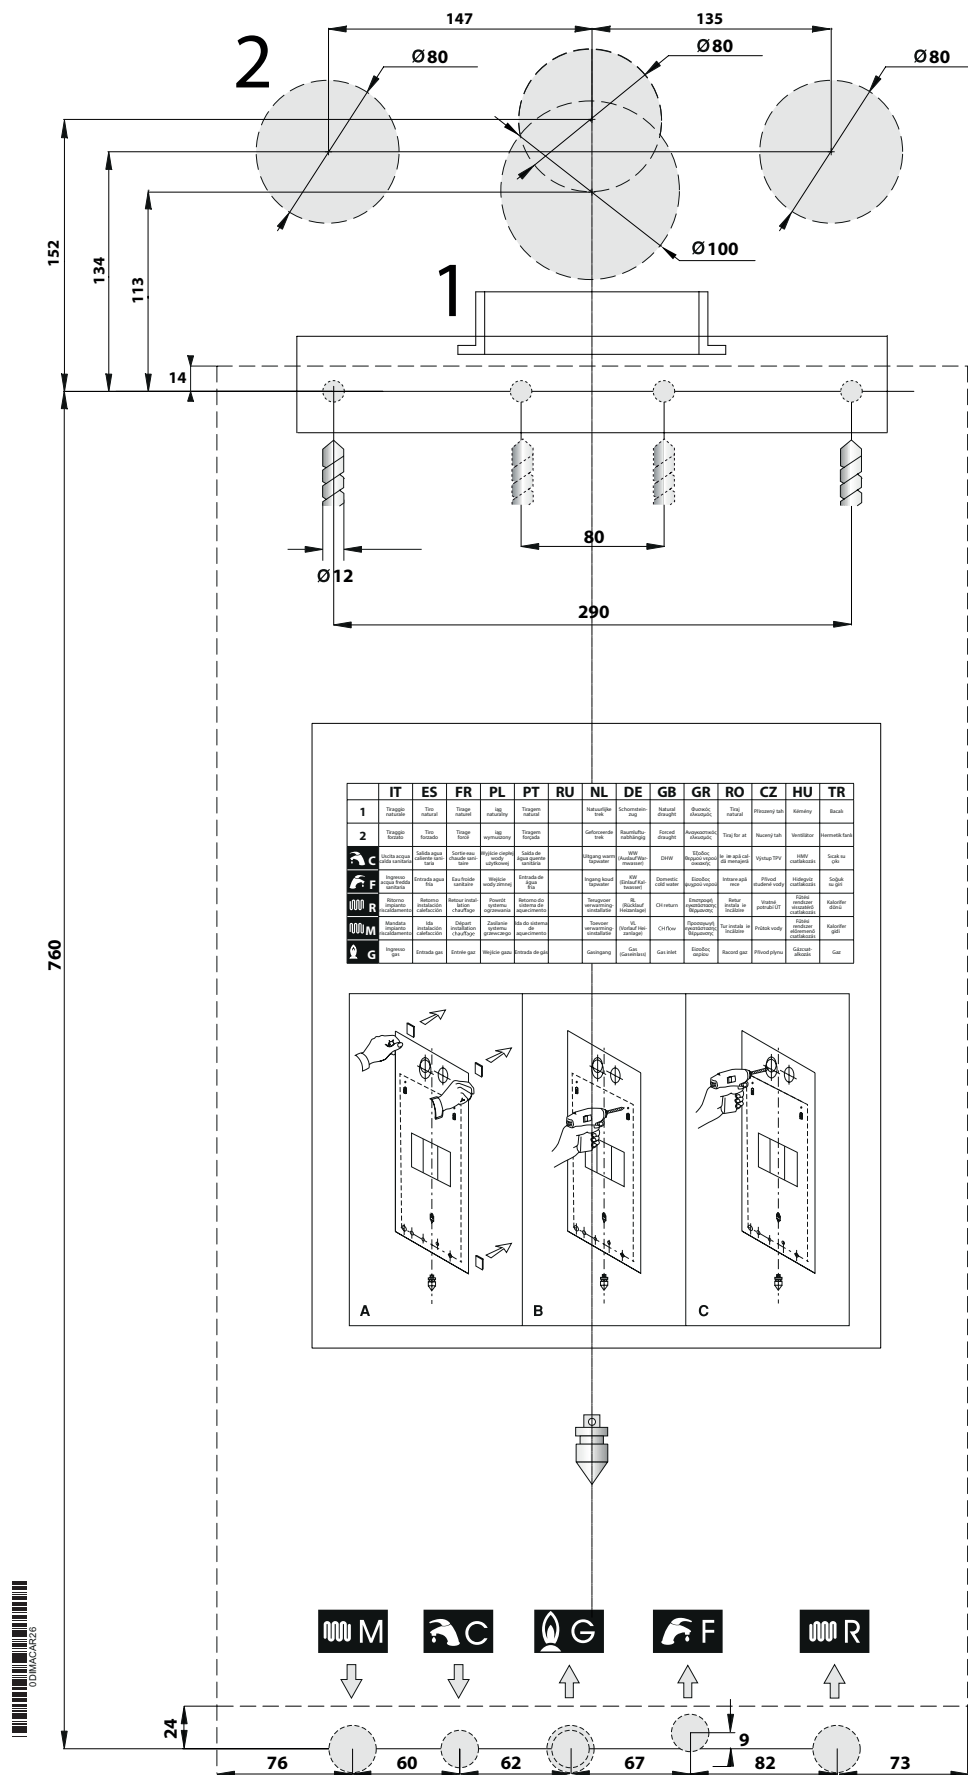

Fig. 5 Dima in carta
- » la dima di fissaggio della caldaia al muro (vedi Fig. 5 Dima in carta).
Ogni apparecchio è corredato di un'apposita dima in carta contenuta nell'imballo (vedi Fig. 5 Dima in carta).
La mandata e il ritorno del riscaldamento devono essere allacciati alla caldaia ai rispettivi raccordi da 3/4" **M** e **R** (vedi Fig. 5 Dima in carta).